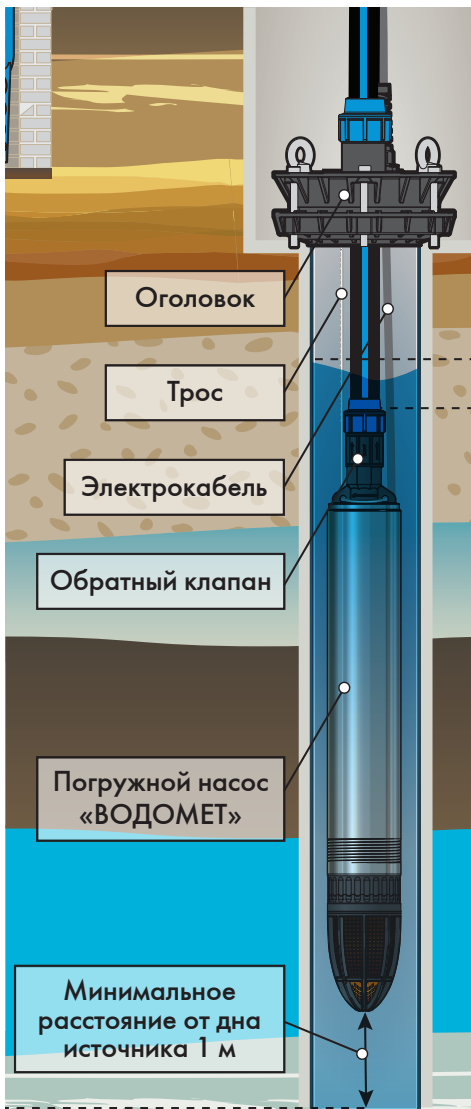

Рисунок 6
5.2. Монтаж насоса (рисунок 6,7).